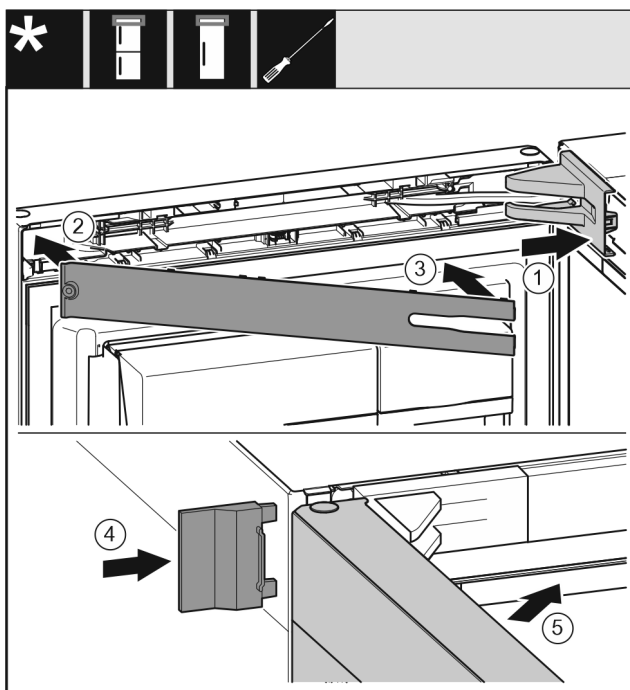

Fig. 22
- ▶ Vendosni kapakun mbulues të bazamentit mbështetës dhe mbërthejeni në vend, duke i ndarë nga njëri-tjetri nëse nevojitet. Fig. 22 (1)
- ▶ Vendosni panelin mbulues. Fig. 22 (2)
- ▶ Ktheni për nga brenda panelin mbulues dhe mbërthejeni në vend. Fig. 22 (3)
- ▶ Shtyni kapakun mbulues të jashtëm. Fig. 22 (4)
- ▶ Mbyllni derën lart. Fig. 22 (5)